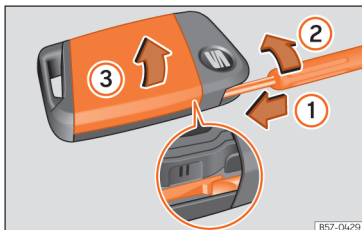

Рис. 49 Ключ автомобіля: відкривання відсіку для батарейки
- У передбачений на ключі автомобіля отвір для аварійного ключа вставте викрутку з пластмасовим лезом приблизно на см, як показано на рисунку стрілкою >>> **рис. 49 ①**.
- Поверніть викрутку за годинниковою стрілкою, щоб відкрити кришку, як показано на рисунку >>> **рис. 49 ②**.
- Зсуньте кришку у напрямку стрілки >>> **рис. 49 ③**, потім зніміть її >>> ①.